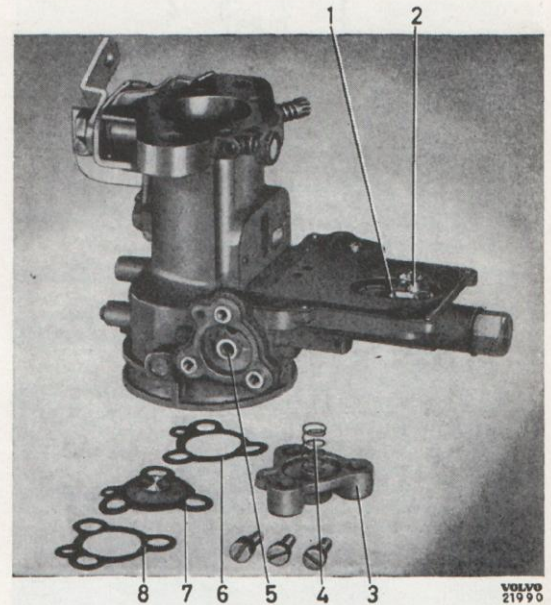

Bild 70. Ekonomiventil.
5. Lossa ventilen för flottören (2, bild 70). Ge akt på brickan vid ventilen. Skruva ur volym-skraven för tomgången.
6. Skruva ur ekonomiventilens (3) fästsruvar och tag ned denna.
2. Se till att ekonomiventilens tallrik (7, bild 70) sluter fullständigt tätt mot sitt säte (5). Lappa i annat fall in den med fin slippasta som noga tvättas av före slutlig ihopsättning.